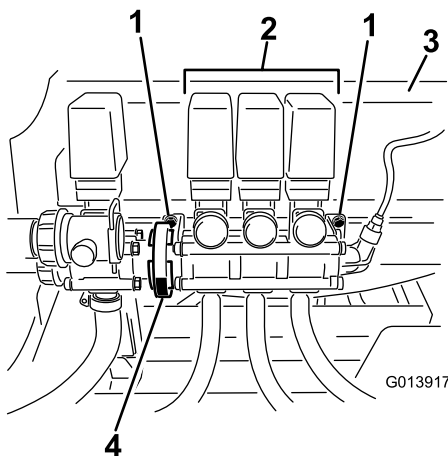

Figure 3
2. Desserrez, mais ne retirez pas, les boulons qui fixent le bloc de vannes sur le support (Figure 3).